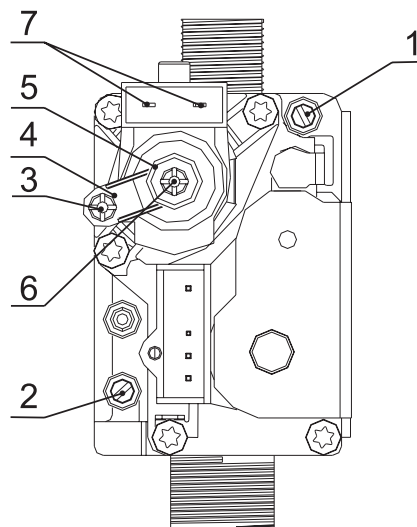

Рис. 13. Газовый клапан.
- Подключите газовый манометр к штуцеру замера давления газа «1» на выходе из газового клапана (см. рис. 13);